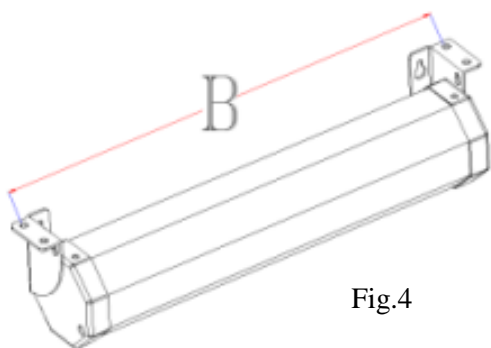

Fig.4
1. Mesurer la distance B (Fig. 4) entre les trous au-dessus des deux embouts avec un ruban à mesurer. Marquer l'emplacement des trous à percer et forer quatre trous au plafond.